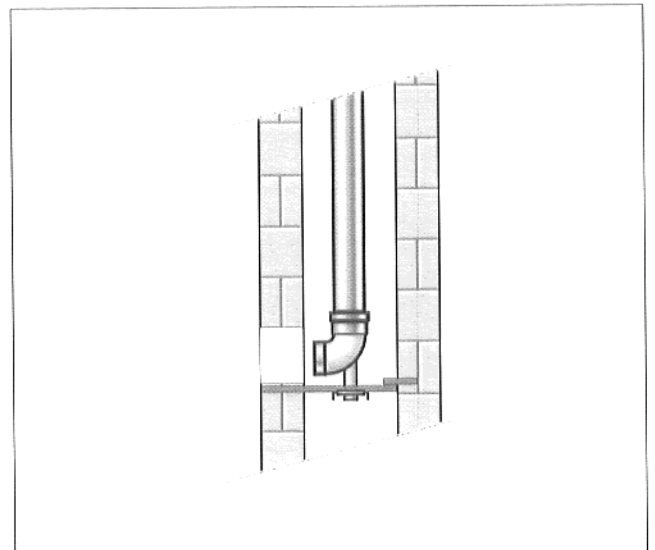

Abb. 19 Stützbogen
- Stützbogen auf Auflageschiene im Schornstein stecken (Abb. 19).